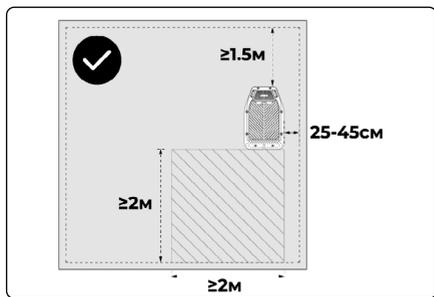

Рис. 12
- 1. Зарядную станцию можно разместить внутри площади газона. Зарядная станция должна находиться на расстоянии 25-45 см от границы газона, при этом на расстоянии 2 м от задней части зарядной станции в пределах газона не должно быть препятствий. Расстояние от передней части зарядной станции до границы участка должно составлять не менее 1,5 м. (Рис. 12)